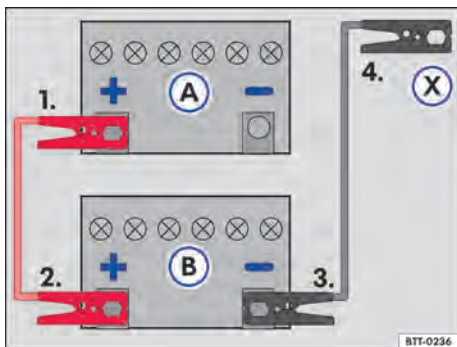

Fig. 166 Esquema para a conexão dos cabos auxiliares de partida: bateria do veículo descarregada (A) e bateria do veículo fornecedora de corrente (B).
Legenda para → Fig. 166:
- Conectar uma extremidade do cabo auxiliar de partida *vermelho* ao polo positivo → Fig. 166 ⊕ do veículo com a bateria do veículo descarregada ① → ⚠.
- Conectar a outra extremidade do cabo auxiliar de partida *vermelho* ao polo positivo ⊕ da bateria do veículo fornecedora de corrente ②.
- Conectar uma extremidade do cabo de auxílio na partida *preto* ao polo negativo ⊖ da bateria do veículo fornecedora de corrente ③.
- Conectar a outra extremidade do cabo auxiliar de partida *preto* ⊗ no veículo com a bateria do veículo descarregada em uma peça maciça de metal aparafusada firmemente ao bloco do motor ou no próprio bloco do motor - porém não nas proximidades da bateria ④ → ⚠.